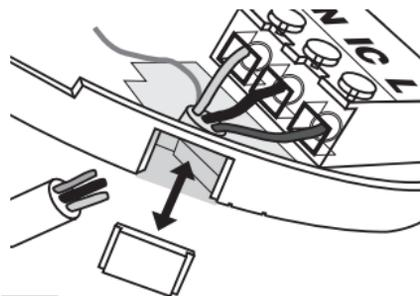

Abb.6
- (b) Der Montagesockel weist ein herausnehmbares Teil auf, das Sie entfernen, wenn Sie direkt die 25-mm-Kabelschiene nutzen möchten, wie in Abbildung 6 gezeigt ist. Wenn Sie die 16-mm-Kabelschiene nutzen möchten, schneiden Sie vorsichtig den markierten Bereich aus, lassen den oberen Bereich unversehrt und setzen das Teil wieder ein. (Wenn Sie keine Aufputz-Verkabelung nutzen, darf das herausnehmbare Teil aus Gründen der elektrischen Sicherheit nicht entfernt werden). Es gibt zwei andere Stellen, die sich zum Einführen und Ausführen der Aufputz-Verkabelung in den Warmmelder eignen, eine neben dem herausnehmbaren Teil und eine direkt gegenüber.